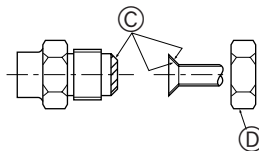

Fig. 4-1
4.2. Rohranschlüsse (Fig. 4-1)
- Vor dem Anziehen der Konusmutter eine dünne Schicht Kältemittel-Öl auf das Rohr und auf die Oberfläche des Sitzes an der Nahtstelle auftragen. ①
- Mit zwei Schraubenschlüsseln die Rohrleitungsanschlüsse fest anziehen. ②
- Tragen Sie Kältemaschinenöl auf die gesamte Konusaufschlagfläche auf. ③
- Die Konusmutter für die nachstehende Rohrgröße verwenden. ④
- ① (Fig. 4-1)
- ② (Fig. 4-1)